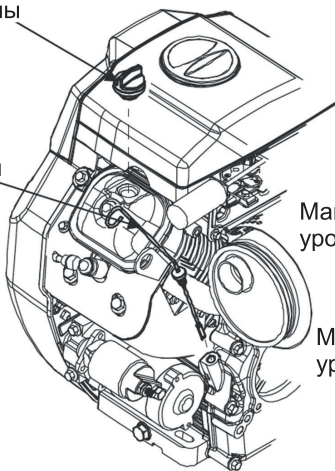

Рис. 16
2. Выкрутите пробку маслозаливной горловины (рис. 16)
1. Вытащите масляный щуп (рис. 16, 17)